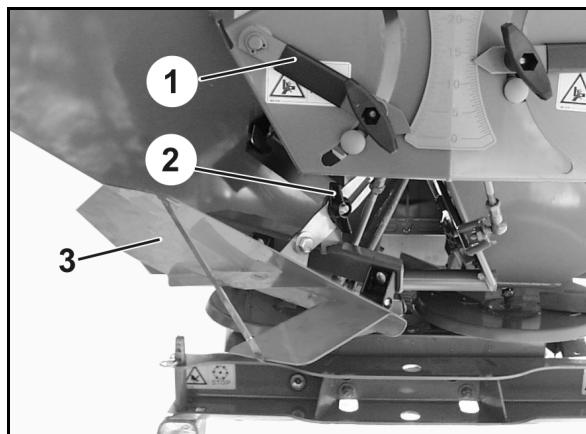
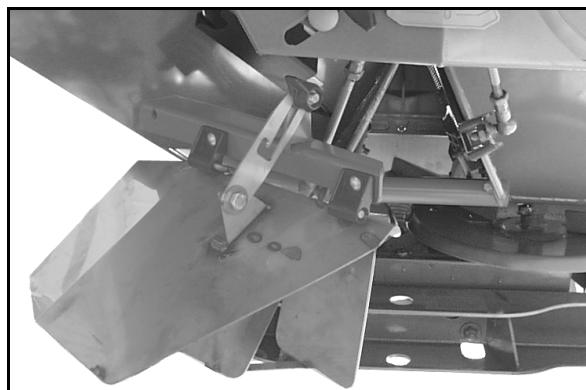

Рис. 82
Рис. 83
→ Закройте левую заслонку (Рис. 82/1).
2. Отверните барашковую гайку (Рис. 82/2).
3. Поверните отражающий щиток (Рис. 82/3) вниз из нерабочего в рабочее положение (Рис. 83).
4. Затяните барашковую гайку (Рис. 82/2).